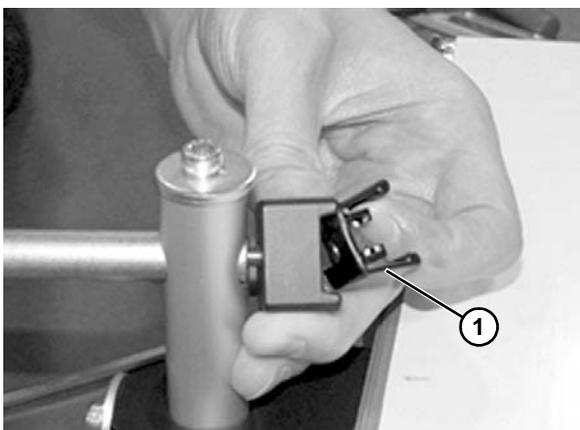
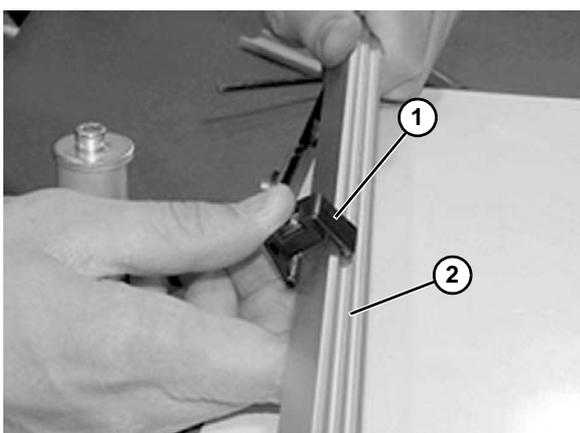

**Figura 21**
**Figura 24**
3. Afloje el tornillo (Figura 21, artículo 1) en el extremo del eje (Figura 21, artículo 2) para quitar la grapa (Figura 22, artículo 1).
5. Vuelva a montar la grapa (Figura 24, artículo 1) y únala al eje (Figura 24, artículo 2). Apriete el tornillo (Figura 21, artículo 1) en el extremo del eje.